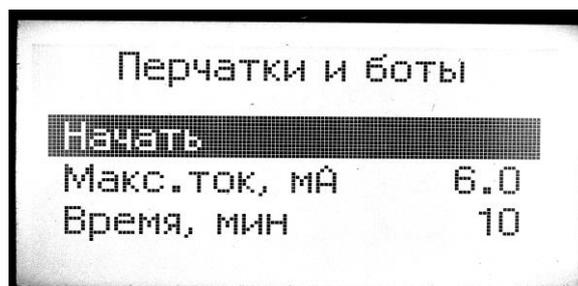

Рис. 8.20
8.5.9 Для сохранения выбранных настроек, необходимо нажать кнопку «СОХРАНИТЬ НАСТРОЙКИ». При этом настройки сохраняются и при отключении питания блока управления. При повторном включении блока управления в режиме «Перчатки и боты» стенд будет готов к работе с сохранёнными ранее настройками (вид экрана см. рис. 8.20)
8.5.10. После установки настроек следует активизировать строку «НАЧАТЬ» (рис. 8.20) и нажать кнопку «ВЫПОЛНИТЬ», при этом автоматически включится звуковой сигнал, красный свет и т.д. Вид экрана приведен на рис. 8.21.
ВНИМАНИЕ! Кнопка «СОХРАНИТЬ НАСТРОЙКИ» позволяет оператору во всех режимах работы стенда, сохранять выбранные величины максимального тока нагрузки и время срабатывания таймера (для режима «ПЕРЧАТКИ И БОТЫ»). Сохранение следует производить нажатием кнопки «СОХРАНИТЬ НАСТРОЙКИ» после выбора тока нагрузки и времени срабатывания таймера (для режима «ПЕРЧАТКИ И БОТЫ»). Настройки будут сохранены и при отключении стенда от сети. При последующих включениях стенд будет начинать свою работу с главного меню во всех режимах, за исключением режима «ПЕРЧАТКИ И БОТЫ». Если оператор эксплуатировал стенд в режиме «ПЕРЧАТКИ И БОТЫ» и выполнил операцию сохранения настроек, то при последующем включении стенда он начнет свою работу со странички настройки – рис. 8.20.